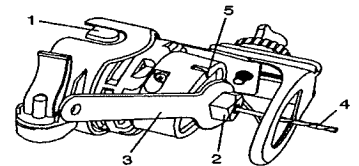

Fig. 2
1. Pulse el botón de cierre del vástago (1) y gire la tuerca de cierre del mandril de pinza (2) en sentido horario con la otra mano hasta que el botón de cierre calce en su sitio, evitando que el vástago gire (ver la fig. 2).
La unidad del motor tiene dos lámparas de trabajo integradas (5) (vea la fig. 2). Estas lámparas se encienden automáticamente al pasar el interruptor del motor. Los patrones o dibujos cercanos a la broca se iluminan para verlos mejor y cortarlos con precisión.
3. Instale la broca espiral en el mandril tal como en la fig. 2.